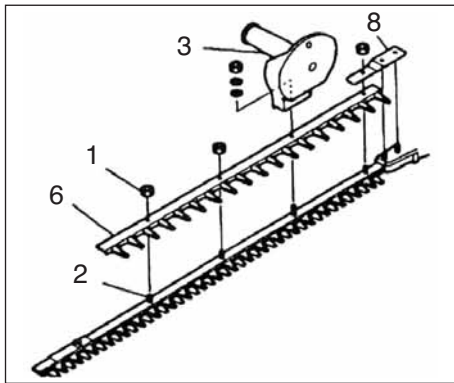

Рис.1-2
* Для монтажа накопительной пластины на СН105ЕС (С) воспользоваться каждой (5) из двух предусмотренных шайб под уборочной пластиной или двумя крепёжными болтами лезвия, на конце режущего лезвия (при наличии подобного оснащения).
4. Прежде чем зафиксировать затянутые вручную гайки, вкрутить устанавливаемые крепёжные болты лезвия (2), затем выкрутить болты прикл. на 1/2 оборота.
Рукоятка В (3) и тупоконечное защитное приспособление (6) для США/КАНАДЫ (Рис. 1-2, 3) (при наличии подобного оснащения)
1. Демонтировать четыре гайки (1) (при двухстороннем лезвии три гайки (1)) на стороне шпиндельной головки